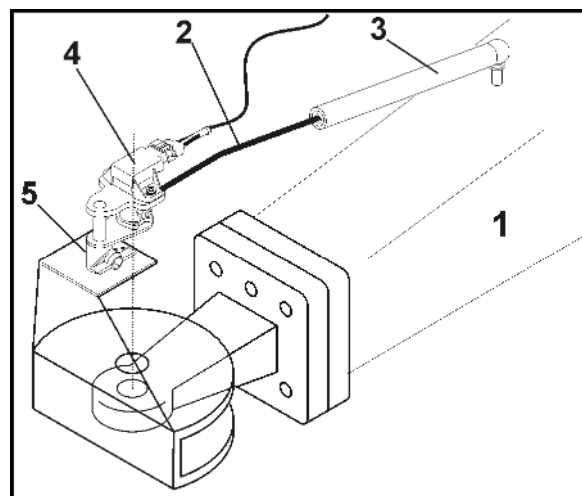

Fig. 39
O comando de seguimento AutoTrail para um seguimento automático e praticamente exato dos rastros deteta a posição angular da lança (Fig. 39/1) em relação ao sentido de marcha do trator.
1. Inserir uma barra angular (Fig. 39/2) no casquilho plástico (Fig. 39/3).
2. Inserir o sensor do ângulo de rotação (Fig. 39/4) no alojamento (Fig. 39/5).